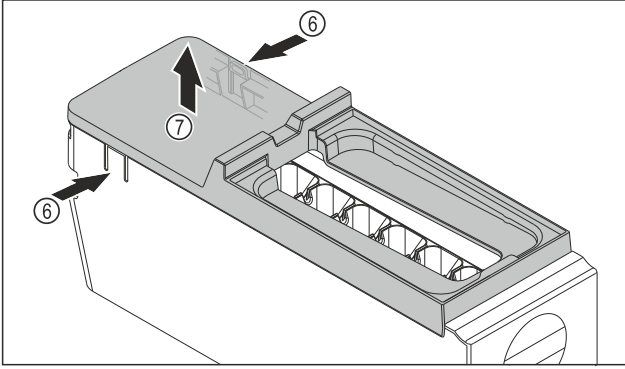

Fig. 79
- EasyTwist-Ice gövdesinin kapağını çıkarın: Kulakları Fig. 79 (6) EasyTwist-Ice gövdesinin iki kenarından bir elinizle çıkarın.
- Kapağı Fig. 79 (7) diğer elinizle yukarı doğru çıkarın.